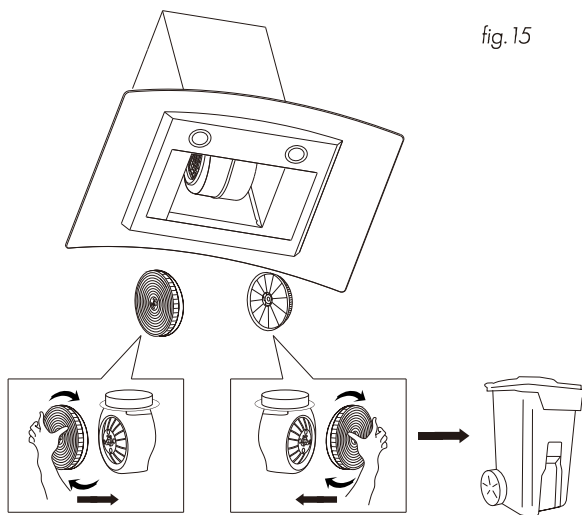

fig. 15
3. Instale el filtro de carbón como se muestra en la fig. 15 e instale las rejillas de acero.